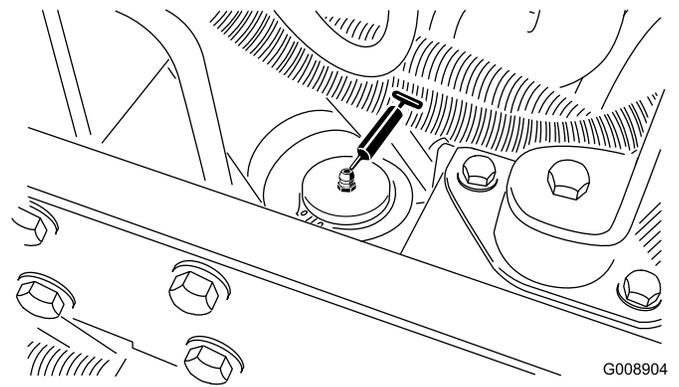

Figura 57
- Cilindro da direção (Figura 57).